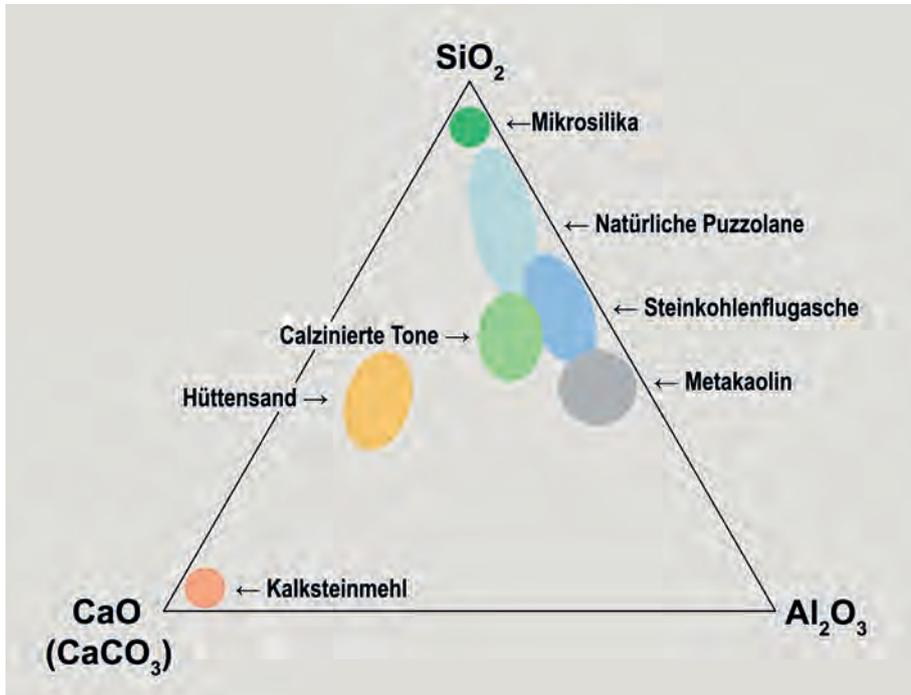

Bild 1: Typische chemische Zusammensetzung von Betonzusatzstoffen (nach [9] und [10])
und Metakaolin (MK). Darüber hinaus erfolgte für Vergleichszwecke der Einsatz eines weitestgehend als inert anzusehenden Kalksteinmehls (KM); dieses wurde u.a. auch dafür verwendet, um zusätzlich eine Staffelung des Metakaolingehalts realisieren zu können. Bild 1 verdeutlicht die typische chemische Zusammensetzung der verwendeten Betonzusatzstoffe.